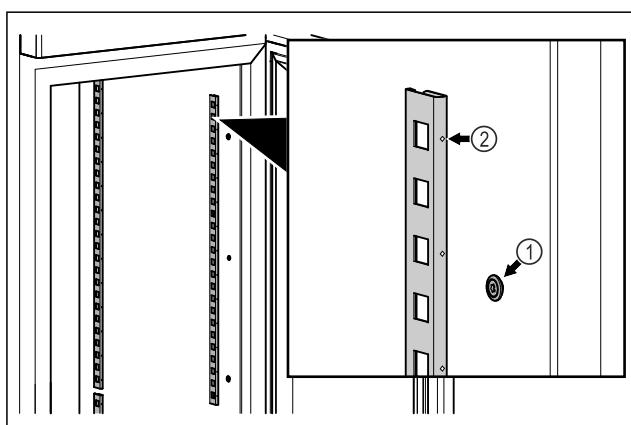

Fig. 17 Примерно изображение
- Закачете заключващите ленти в окачването Fig. 17 (1). Маркировката Fig. 17 (2) трябва да сочи напред.